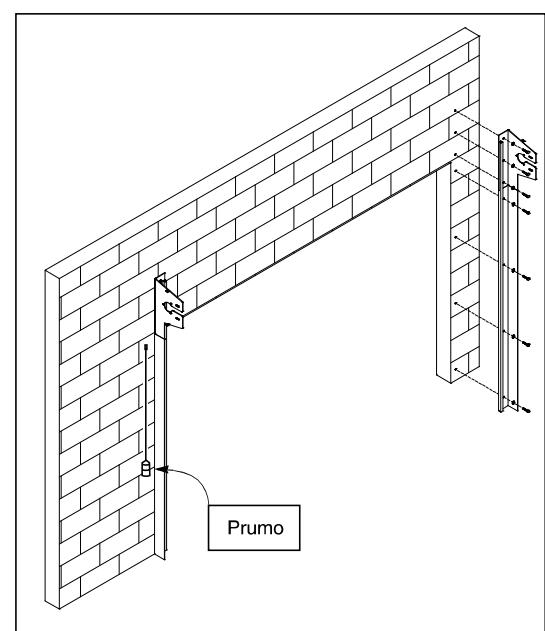

Figura 13
2. Uma vez que a coluna lateral está posicionada corretamente fixe-a à parede adequadamente. (Veja “Método de Fixação na página 8, Figuras 5, 6 e 7). As marcas onde deve-se furar já estão marcadas na coluna lateral. (Veja figura 13)